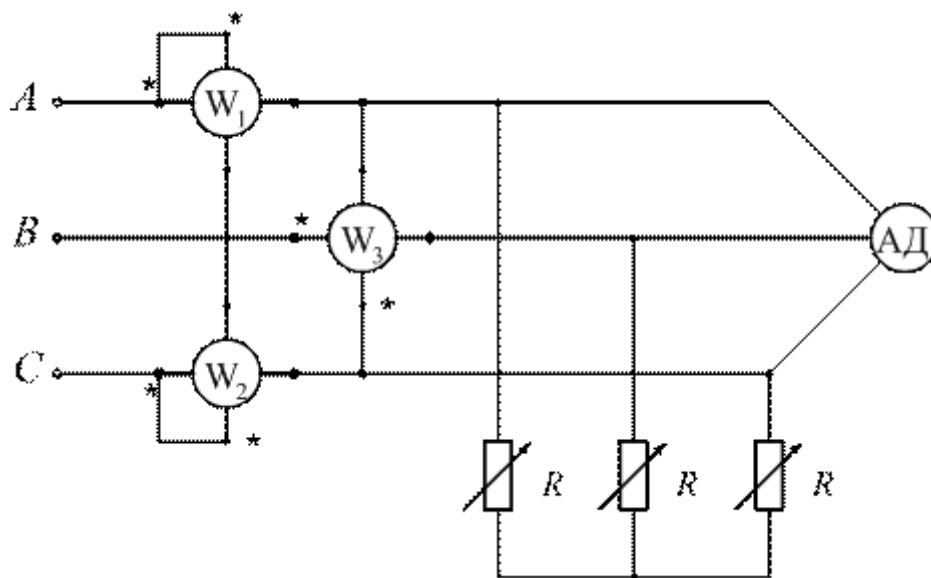

Рис. 7.4. Схема включения ваттметров для измерения активной и реактивной мощностей
2. Собрать схему рис. 7.4. На схеме параллельно асинхронному двигателю АД включается ламповый реостат R .